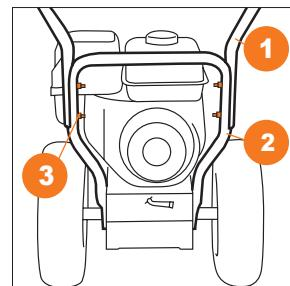

Рис. 6
- Соедините панель оператора ① с нижней частью рукоятки ② с помощью четырех болтов, шайб и гаек ③ (для **DAST 6560** и **7565**) (Рис. 6).